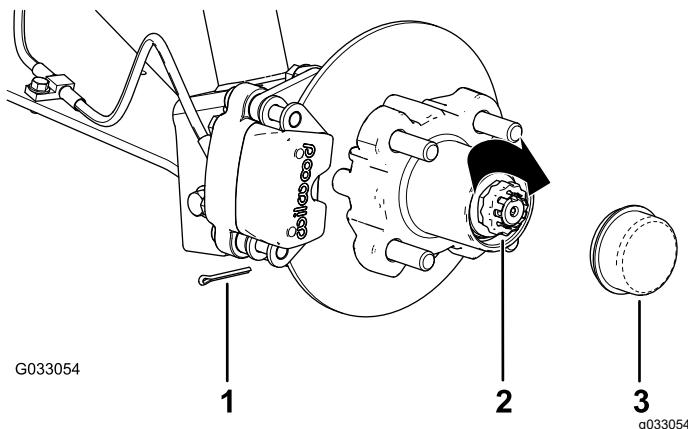

Figure 28
- Insérez la goupille fendue et repliez chacune de ses pattes autour de l'arrêt d'écrou (Figure 28).
- Reposez le couvre-moyeu sur le moyeu (Figure 28).